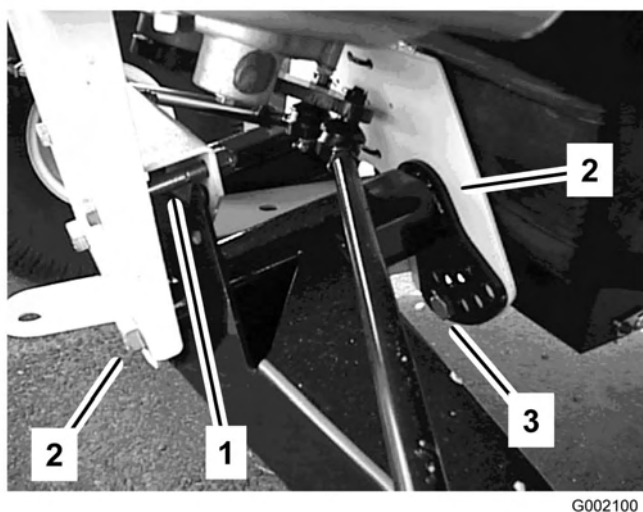

Figura 42
2. Rimuovete il bullone limitatore della corsa (Figura 42).
3. Allentate i bulloni di centraggio sul telaio ad A anteriore (Figura 42).
4. Rimuovete il bullone di regolazione dell'altezza di marcia (Figura 42).
- Girate il telaio ad A anteriore nella posizione opportuna (vedere la nota in calce) e rimontate il bullone di regolazione dell'altezza di marcia (Figura 42).
- Rimontate il bullone limitatore della corsa (Figura 42).